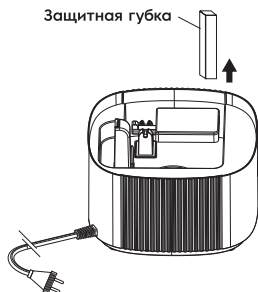

Рис. 2
**Внимание!** При первом использовании, пожалуйста, удалите защитную губку под поплавком-контроллером уровня воды (рис. 2).